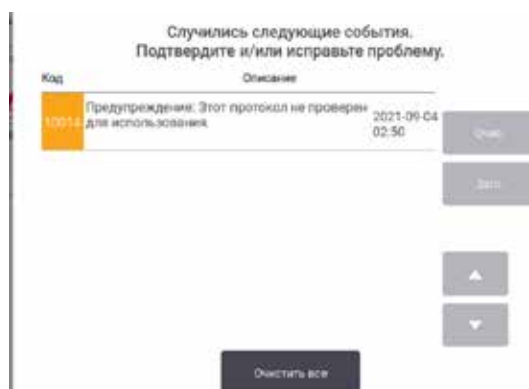

Рис. 64
12. На экране появится окно, предупреждающее о необходимых или рекомендованных действиях перед началом использования протокола (→ Рис. 64). В этом окне всегда будет содержать предупреждение о том, что протокол не валидирован для использования. По умолчанию новый созданный протокол не является действительным. Ваша лаборатория должна валидировать его для применения в клинической практике. После валидации пользователь с правами руководителя может перейти на экран **Edit Protocol (Изменить протокол)** и нажать кнопку **Validate protocol (Валидировать протокол)**. После этого протокол будет доступен операторам (при условии, что все остальные ошибки, перечисленные в окне, были устранены).
7. На экране появится окно (→ Рис. 64), предупреждающее о необходимых или рекомендованных действиях перед началом использования протокола. В этом окне всегда будет содержать предупреждение о том, что протокол не валидирован для использования. По умолчанию новый созданный протокол не является действительным. Ваша лаборатория должна валидировать его для применения в клинической практике. После валидации пользователь с правами руководителя может перейти на экран **Edit Protocol (Изменить протокол)** и нажать кнопку **Validate protocol (Валидировать протокол)**. После этого протокол будет доступен операторам (при условии, что все остальные ошибки, перечисленные в окне, были устранены).